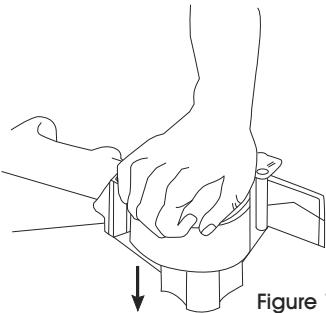

Figure 1
1. Déposez le dévidoir sur une surface plane. Installez le rouleau de ruban adhésif sur la roue du ruban en poussant celui-ci vers le bas. Assurez-vous que le côté adhésif du ruban est orienté vers le bas en le déroulant. (Voir Figure 1)